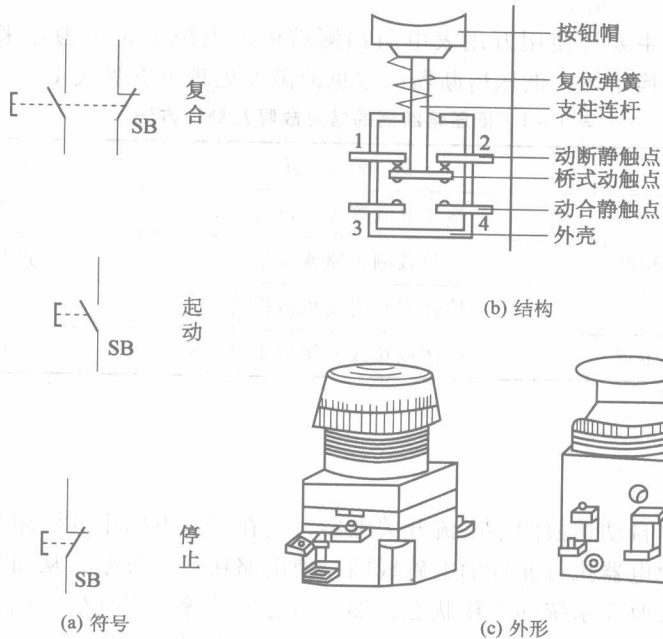

图 1-13 按钮开关
② 符号、结构及外形如图 1-13 所示。
③ 选用与安装。